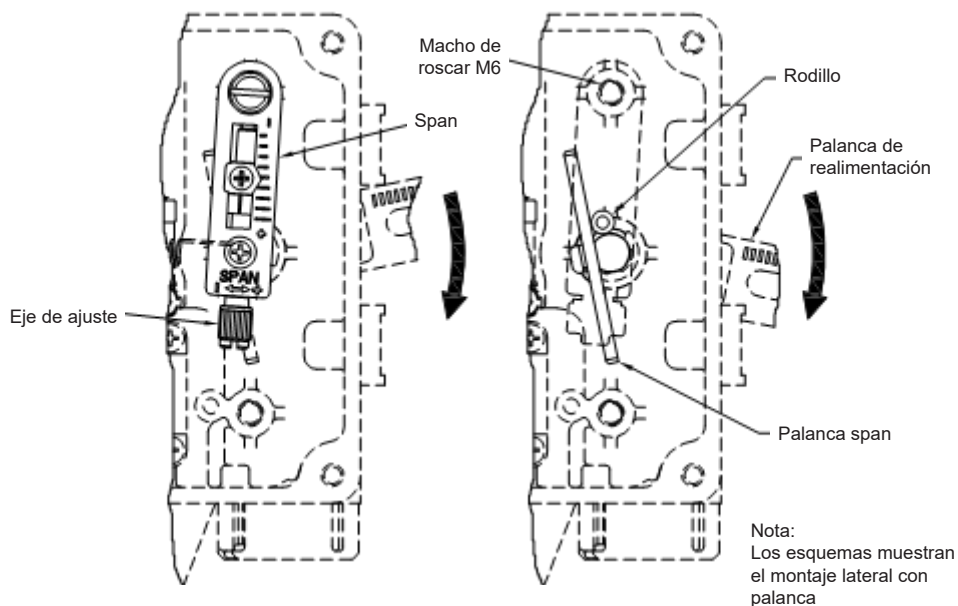

Fig. 15 Instalación del span (lateral = DA, central = RA)
1. Montaje lateral: si el eje del actuador se mueve hacia abajo cuando la señal de entrada aumenta, monte el "Span" en el orificio roscado M6 superior como en la Fig. 15 siguiente (DA).
Montaje central: si el eje del actuador se mueve hacia arriba cuando la señal de entrada aumenta, monte el "Span" en el orificio roscado M6 superior como en la Fig. 15 siguiente (RA).